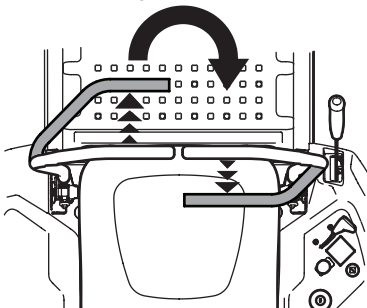

Figure 34
2. Pour tourner à droite, poussez la barre de conduite gauche vers l'avant et tirez la barre de conduite droite vers l'arrière (Figure 34).